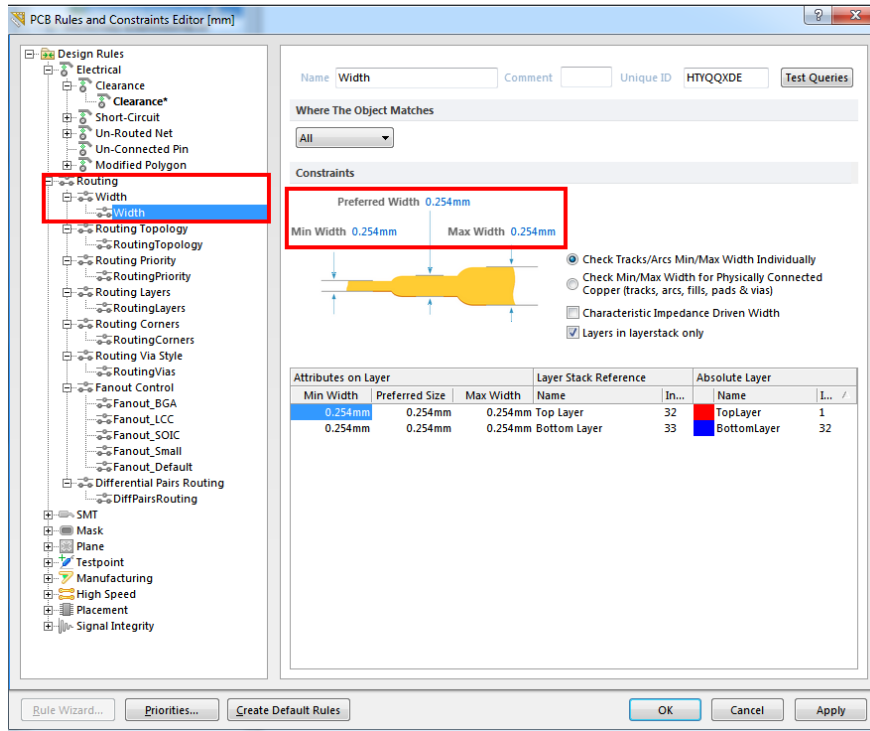

Рис. 5.13
5) У групі правил **Routing**, у підгрупі **Width**, встановіть мінімальну, середню, та максимальну товщину провідника рівною 0,25 мм, 0,25 мм, та 0,25 мм відповідно (Рис. 5.13). Натисніть **Apply**.